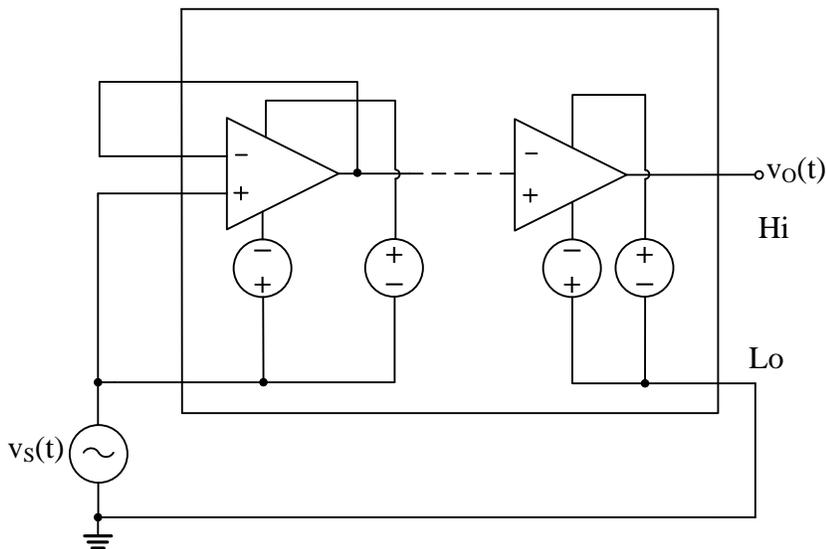

图 3. CMRR & CMTC 测试示意图
*测试示意图见图3 @ 100Hz Sine Wave @ v_S(t) = 1000V.